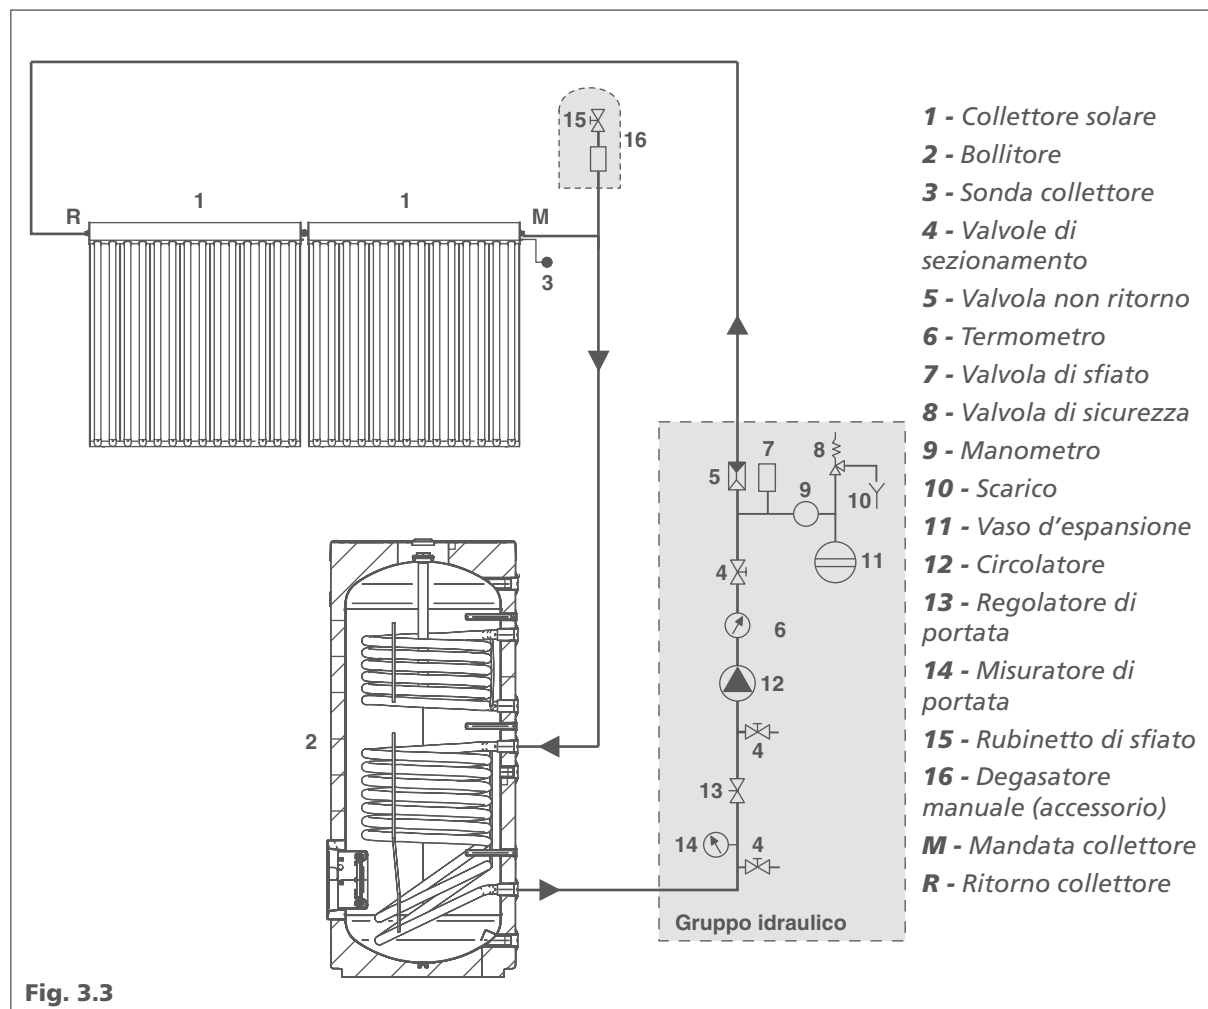

Fig. 3.3
**Circuito idraulico (Fig. 3.3)**